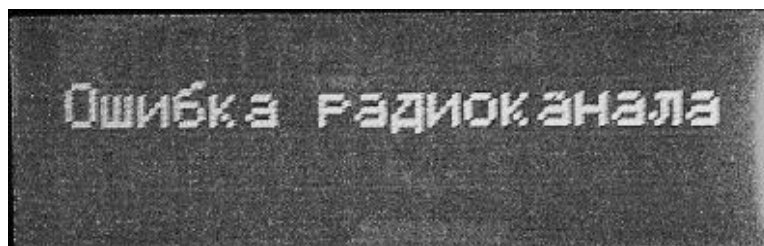
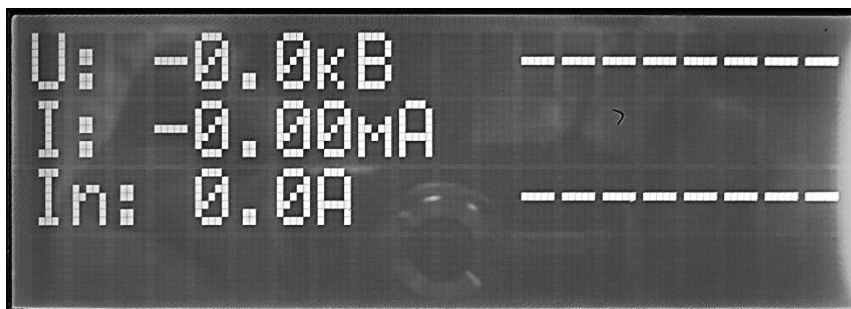

Рис.8.
Рис. 11.
При отсутствии связи по радиоканалу ИТВ и БУ на экране 1 рис.4а появится сообщение «Ошибка радиоканала» (рис. 8).
7.2.9. Нажать кнопку «СТАРТ» (поз.7 рис.4а) блока управления. При отсутствии связи по радиоканалу ИТВ и БУ на экране поз.1 рис.4а появится сообщение «Ошибка радиоканала» (рис. 8). Если ИТВ включен тона экране появится заставка режима СНЧ (рис.11).
В верхней строке экрана рис. 11 обозначается величина напряжения на объекте испытания и его полярность. В средней части величина тока утечки объекта испытания. При этом, для того, чтобы контролировать только ток утечки, (а не ток заряда кабеля) индикация осуществляется только того тока, который протекает на последних двух секундах каждого полупериода испытательного напряжения (рис.2). В нижней строке экрана отображается потребляемый аппаратом ток сети.